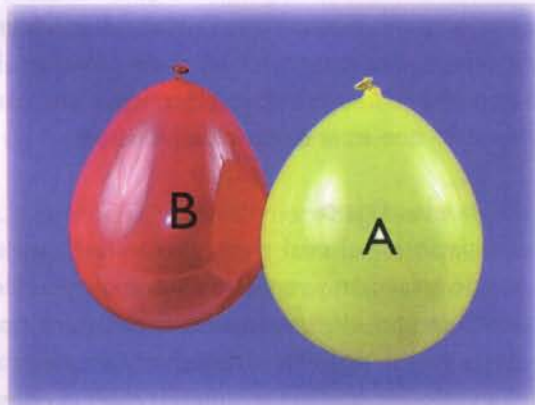

Figura 1.22
3. Acerque nuevamente los globos y observe lo que sucede. **Figura 1.22**.